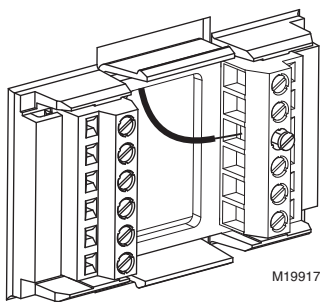

Figura 8. Inserción de los cables en el bloque de terminales
2. Afloje los tornillos para el sistema correspondiente seleccionado; vea la Tabla 1. Vea en la Tabla 2 las descripciones de designación de las terminales. Inserte los cables en el bloque de terminales debajo del tornillo aflojado. Vea la figura 8.